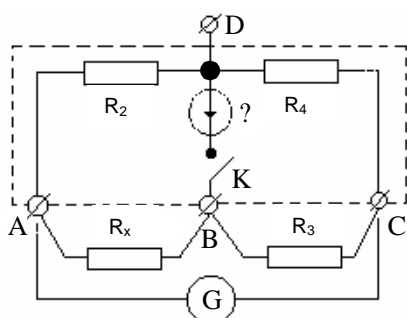

Рис.2.
Монтажна схема лабораторного обладнання наведена на рис.2.
2. Зібрати електричне коло за схемою на рис. 2 і, після перевірки кола викладачем, приступити до роботи.
3. Знаючи приблизне значення невідомого опору R_x , за формулою (8) підрахувати приблизне значення R_3 .
5. Згідно з формулою (9) підрахувати значення опору R_x .